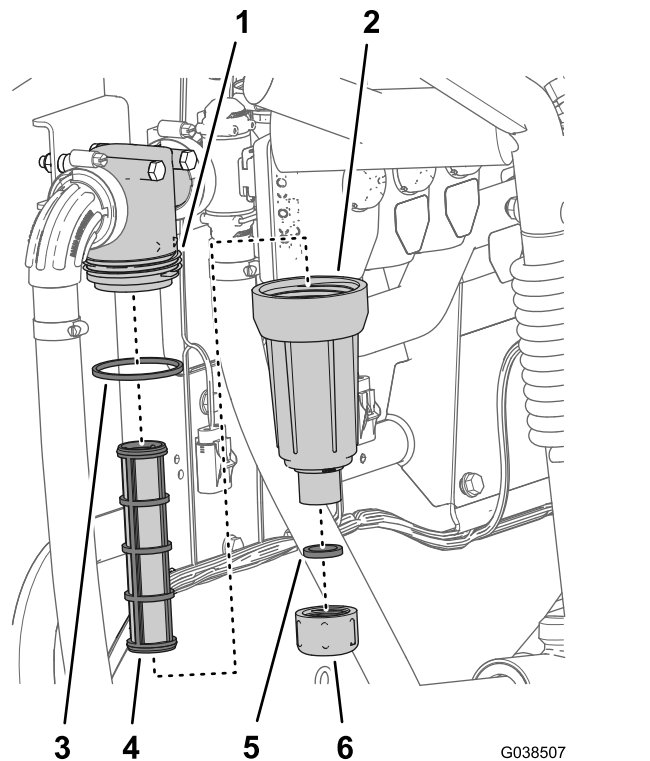

Figure 110
2. Placez un bac de vidange sous le filtre sous pression (Figure 110).
3. Tournez le bouchon de vidange dans le sens antihoraire et déposez-le de la cuvette du filtre sous pression (Figure 110).
4. Tournez la cuvette dans le sens antihoraire et déposez-la de la tête du filtre (Figure 110).
5. Retirez l'élément du filtre sous pression usagé (Figure 110).
- Contrôlez l'état et l'usure du joint torique du bouchon de vidange (sur le raccord fileté de la cuvette) et du joint torique de la cuvette (Figure 110).
- Montez le nouvel élément filtrant dans la tête du filtre sous pression (Figure 110).
- Vissez la cuvette sur la tête du filtre et serrez-la à la main (Figure 110).
- Vissez le bouchon sur la cuvette à la main (Figure 110).